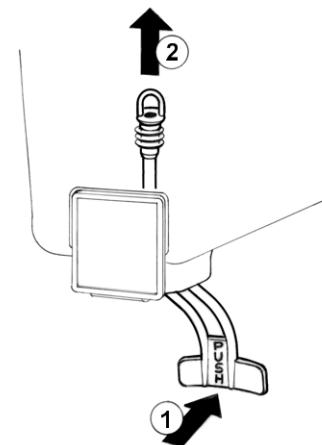

figure 4
5 Robinet avec tube en caoutchouc: pousser (1) le levier de débit robinet et défiler (2) le tuyau robinet de son siège sur le fond du réservoir (voir figure 4).